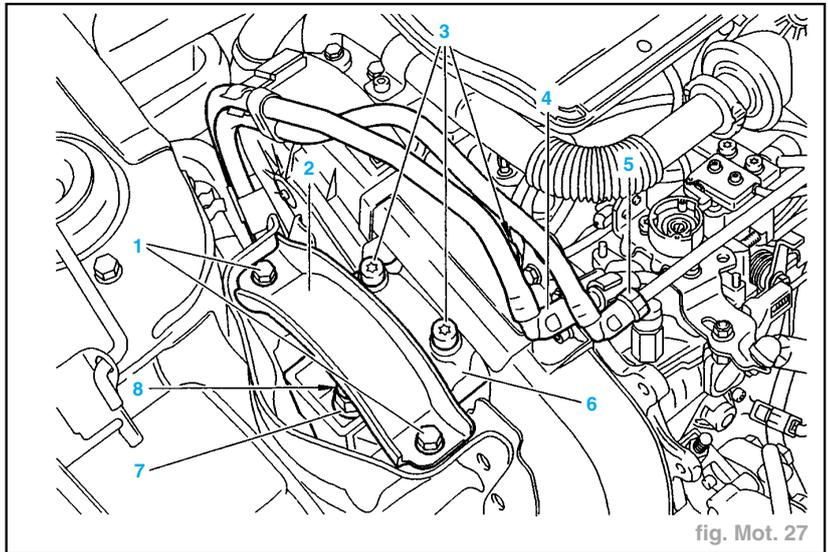
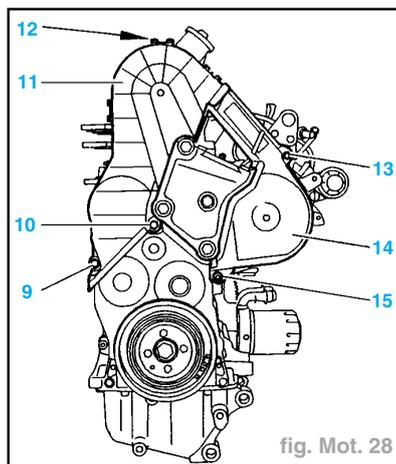

fig. Mot. 27
fig. Mot. 28
- Désaccoupler et obturer (fig. Mot. 27).
- la durite d'arrivée gazole (4)
- la durite de retour gazole (5)
- les vis (1),
- la traverse (2),
- les vis (3),
- les écrous (7) et (8),
- la bride (6).
- Déposer (fig. Mot. 28) :
- les vis (9), (10), (12), (13) et (15),
- le carter supérieur (11),
- le carter intermédiaire (14).
- Désaccoupler et obturer (fig. Mot. 27) :
- la durit d'arrivée gazole (4),
- la durit de retour gazole (5).